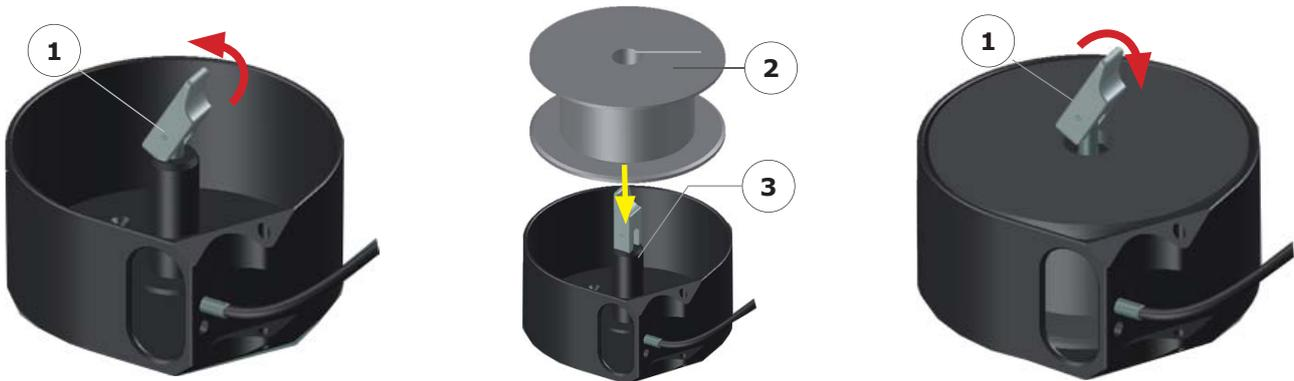

Abb.5.1. – Einsetzen der Drahtspule
- Den Riegel (Abb. 5.1 - Index 1) der Drahtspulensicherung lösen.
- Eine volle Drahtspule (Abb. 5.1 - Index 2) auf die Aufnahmevorrichtung (Abb. 5.1 - Index 3) schieben.
- Den Riegel (Abb. 5.1 - Index 1) der Drahtspulensicherung schließen.